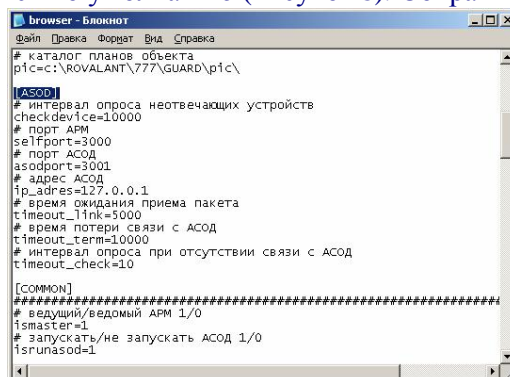

Рисунок 8.
- остальные значения остаются по умолчанию (Рисунок 8). Сохраните измененный файл.